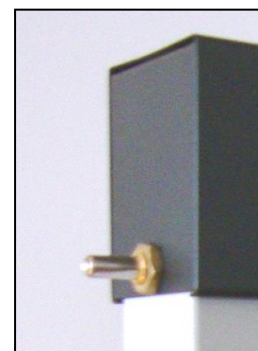

Fig. 1 : pulsante del dispositivo di controllo di fiamma.
- Tenere premuto il pulsante del dispositivo di controllo di fiamma (Fig. 1). Il gas fluisce nel bruciatore.
- Accendere il gas con una fiamma. Tenere premuto il pulsante del dispositivo di controllo di fiamma (1) per circa 5 secondi, quindi rilasciarlo lentamente.